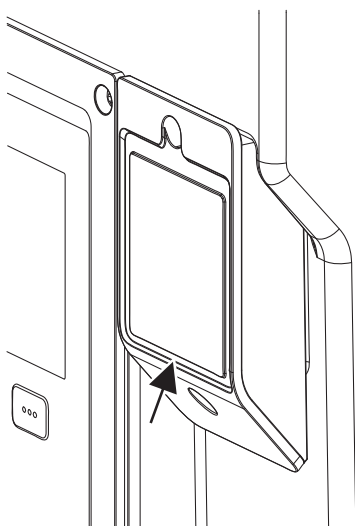

Fig. 28: Kryt modulu Wilo-Smart Connect BT
1. Uvolněte šrouby krytu modulu Wilo-Smart Connect (Fig. 28) a kryt otevřete.
Kvůli své konstrukci může být modul Wilo-Smart Connect BT zasunut jen jedním směrem. Není nutné žádné další upevnění modulu. Kryt modulu Wilo-Smart Connect (Fig. 28) na vrchním díle elektronického modulu pevně drží modul v rozhraní.